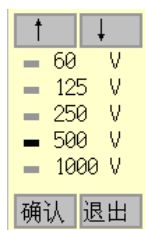

图 6.8 发射电压选择
9. 发射电压：发射探头的激励电压，按确认键弹出图 6.8 所示的发射电压选择界面，一共有 5 档，分别为 65V、125V、250V、500V、1000V，发射电压越大，发射能量越强，一般的小构件或信号强时选择低发射电压，大构件或信号弱时选择高发射电压。默认发射电压为 500V。发射电压的选择与采样周期选则基本一样。